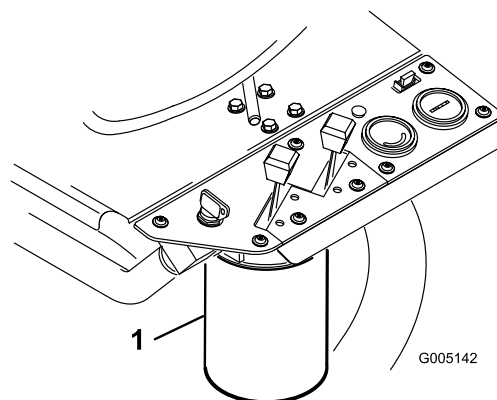

Figura 48
2. Limpie alrededor de la zona de montaje del filtro (Figura 48). Coloque un recipiente debajo del filtro y retire el filtro.